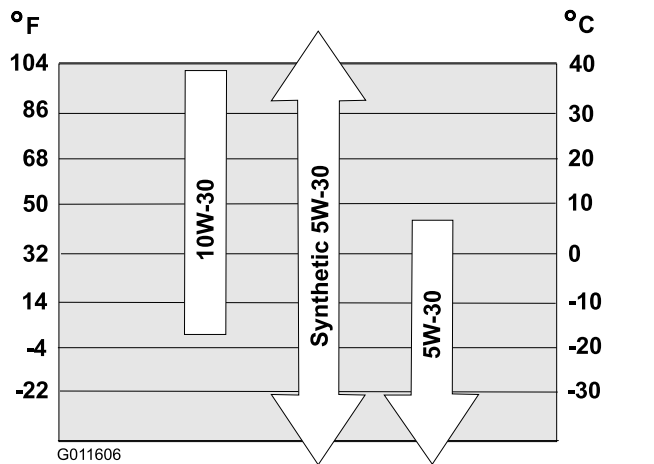

**Figure 30**
- Nettoyez la surface autour de l'écrou de vidange d'huile (Figure 30).